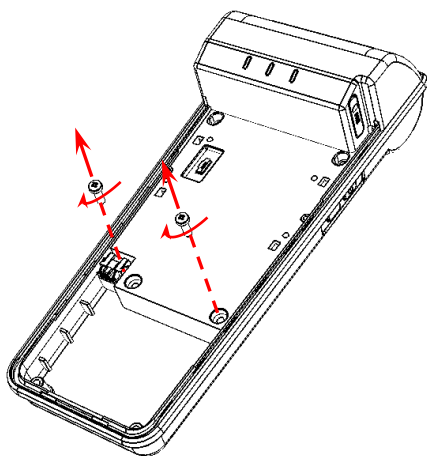
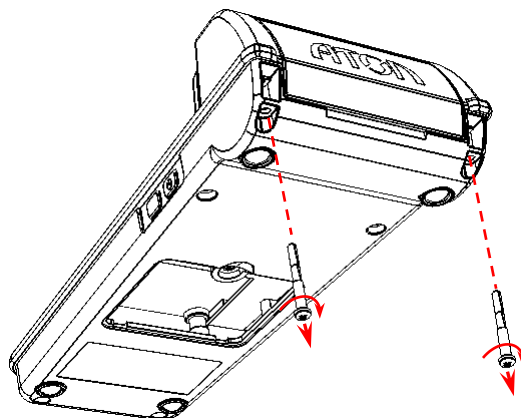

Рисунок 3. Демонтаж корпуса
Рисунок 4. Демонтаж корпуса
7. Частично демонтировать корпус, открутив два винта крепления с верхней части корпуса (рисунок 3) и два с нижней (рисунок 4).